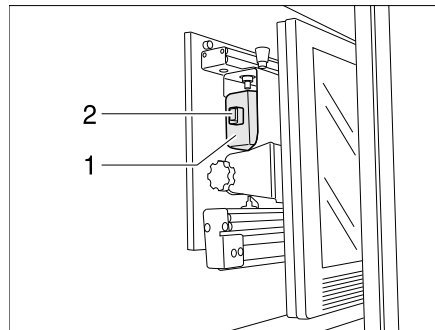

Bild 9 Fernsehgerät (Flachbildschirm)
- Fernsehgerät in Ausgangsstellung (Bild 9) drehen und ggf. einrasten lassen.
- Halterung für den Flachbildschirm am Griffstück (Bild 9,1) nach hinten schieben. Der Riegel (Bild 9,2) schnappt ein.